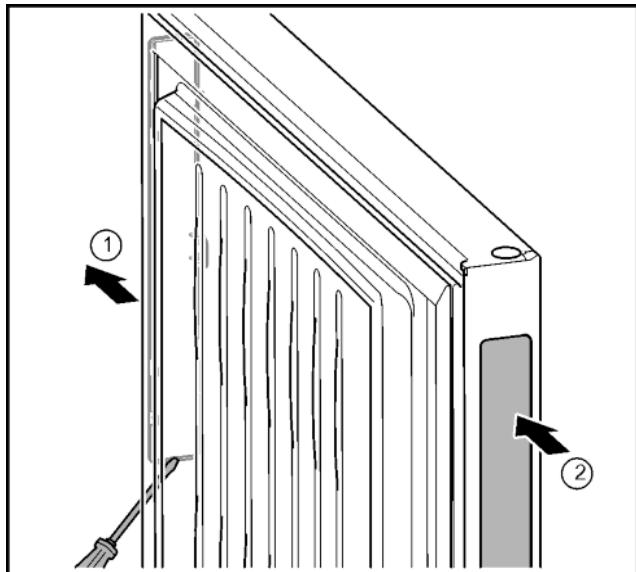

Fig. 32
- С помощью шлицевой отвертки снять крышку вспомогательного механизма открывания двери с противоположной стороны. *Fig. 32 (1)*
- Вставить в образовавшееся отверстие. *Fig. 32 (2)*